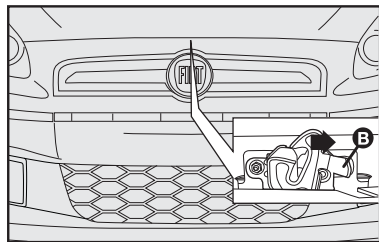

fig. 103
- 2) puxar a trava **B-fig. 103** localizada acima da grade frontal sob o capô. Como indicado pela seta;